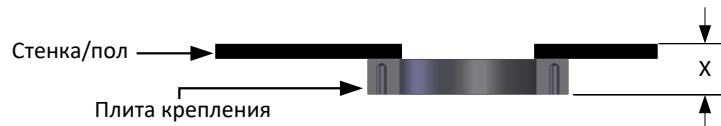

Рисунок 19: Измерение глубины вставки
- Как только плита крепления будет приварена к отверстию соответствующего размера, следует измерить расстояние от наружной поверхности плиты крепления до внутренней стенки (x) (Рисунок 19).